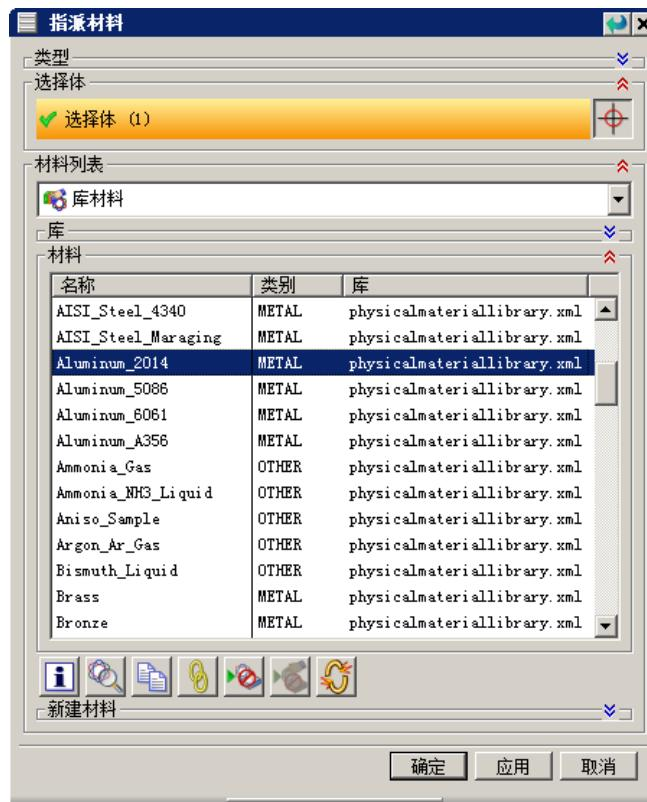

图 3.3.2 “指派材料”对话框
- Step2. 选择下拉菜单 **工具(T)** → **材料(M)** → **指派材料(A)...** 命令，系统弹出图 3.3.2 所示的“指派材料”对话框。